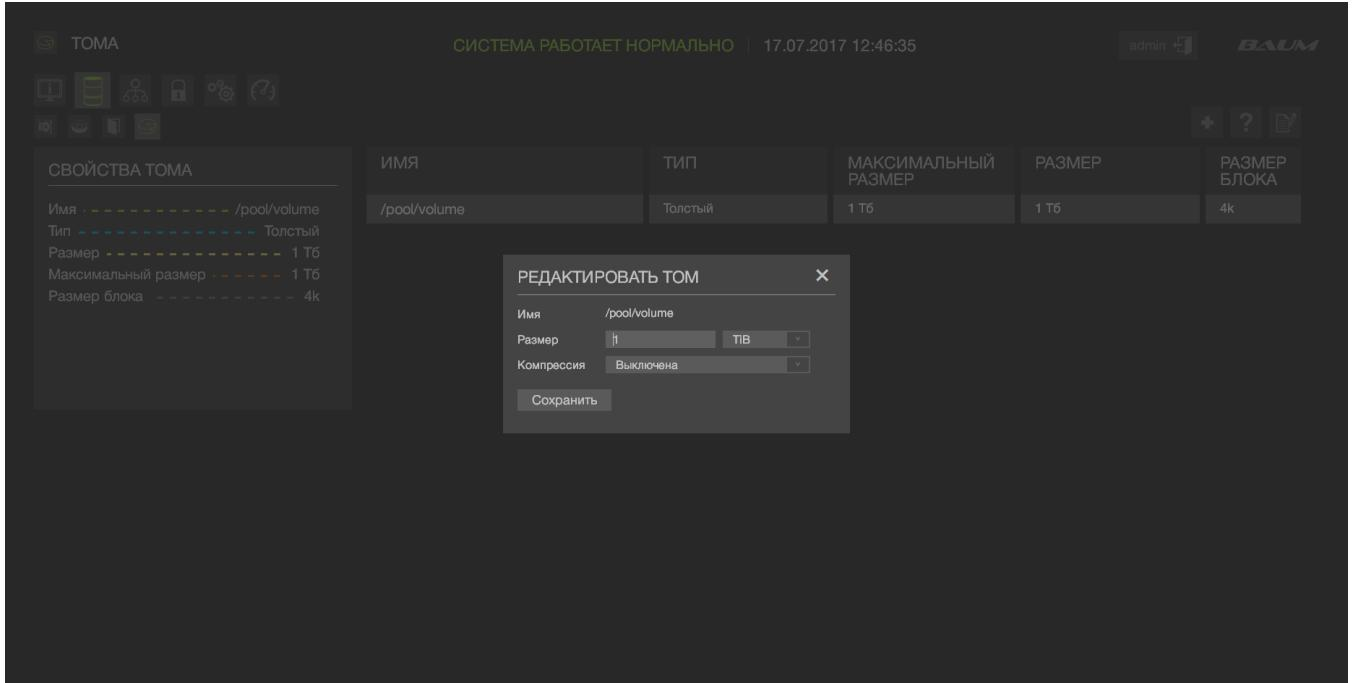

Рисунок 46 – Редактирование ресурса на примере Тома
- 1) Выбрать нужную вкладку доступа («Дисковое пространство» → «Файловые системы/Тома») (см. Рисунок 46).